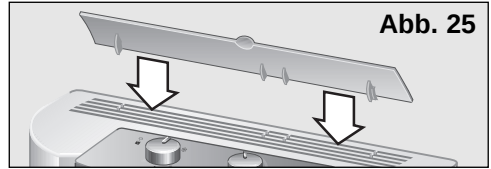

Abb. 25
- ☐ Öffnen Sie die Luftleitklappe auf der Geräteoberseite. Beim Modell **PAM0530** kann die Luftleitklappe zur effizienteren Luftumwälzung wie in den **Abb. 25 und 26** dargestellt, aufgesteckt werden.
- ☐ Befestigen Sie für eine bessere Luftumwälzung die Luftleitklappe wie in den **Abb. 25** und **26** dargestellt.